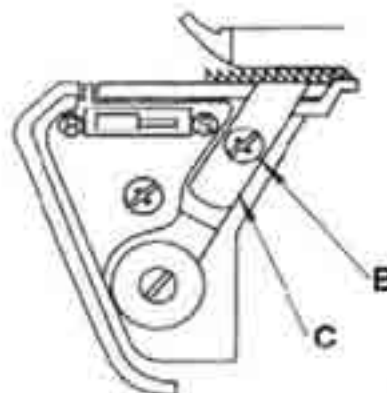

Fig. 111
2. Stil den øverste kniv 18 på hvilestillingen (A).
3. Fjern skruen på den nederste kniv 22 (B), og fjern kniven 22 (C) (fig. 111).